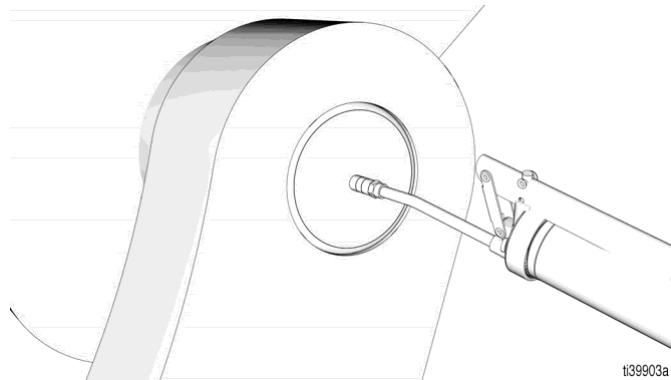

Рис. 1
- Смажьте все пресс-масленки (Рис. 1).